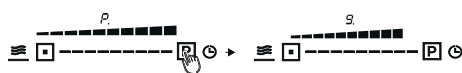

Abb. 48
Ihr Dunstabzug ist mit einer Boost-Stufe ausgestattet, um diese zu aktivieren drücken Sie die Symboltaste (P) (Abb. 48). In der Anzeige erscheint ein **P**.